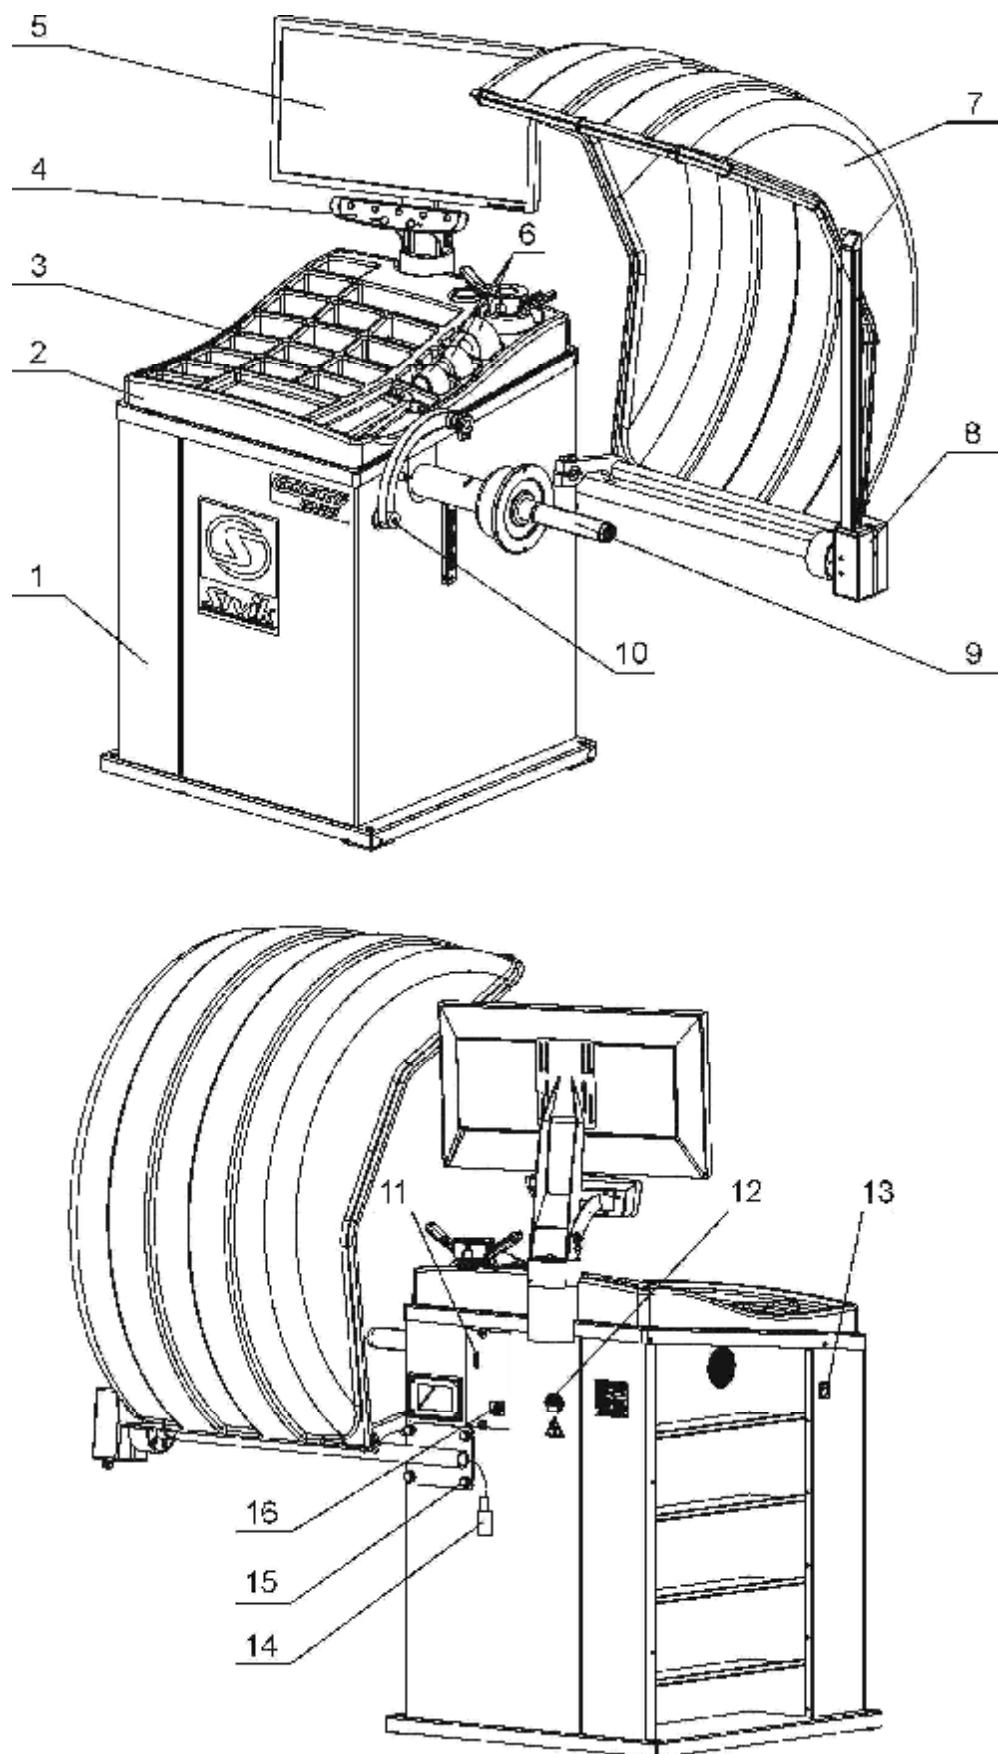

Рисунок 4.1
4.2.5 Закрепить вторую линейку 8 на корпусе с помощью 4-х болтов с шайбами 14 и подключить вилку линейки 14 к гнезду 16 (рисунок 4.1).
① При демонтаже для отключения разъема нажать на толкатель.
4.2.8 Подключить сетевой шнур к гнезду 12, расположенному на задней панели корпуса станка (рисунок 4.1), и к питающей сети, оборудованной розеткой с контактом заземления. Подключить монитор к питающей сети, оборудованной розеткой с контактом заземления, согласно эксплуатационной документации на него.